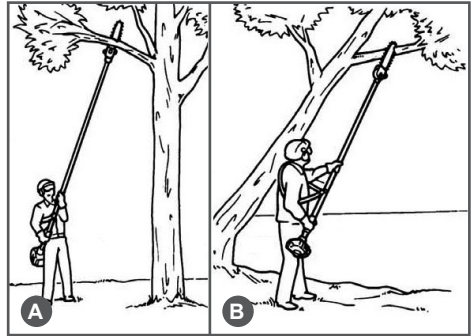

Рис. 17. Положение оператора при работе
3. При обрезке веток на вертикально стоящем дереве, рекомендуется рабочее положение высотореза под углом примерно 60° по отношению к дереву (Рис. 17А). При обрезке веток на наклонно стоящем дереве располагайтесь всегда по направлению наклона дерева (Рис. 17В).